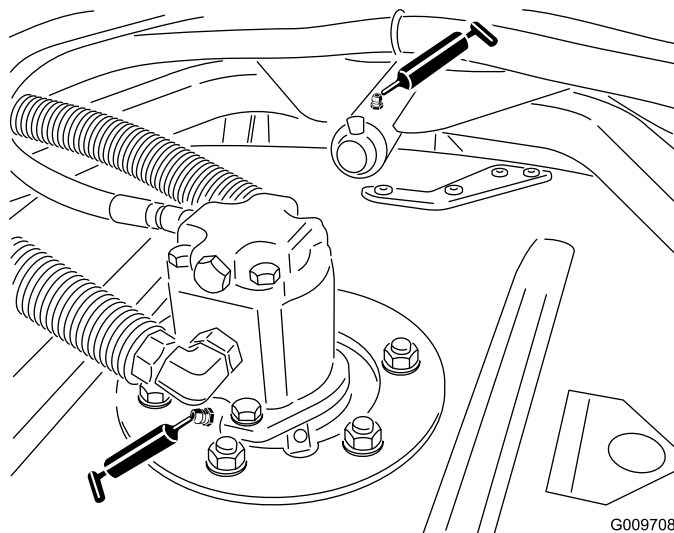

Figura 50
- Cuscinetti dell'asse del mandrino dell'apparato di taglio (2 per apparato di taglio) (Figura 50)
- Boccole del braccio portante dell'apparato di taglio (1 per apparato) (Figura 50)